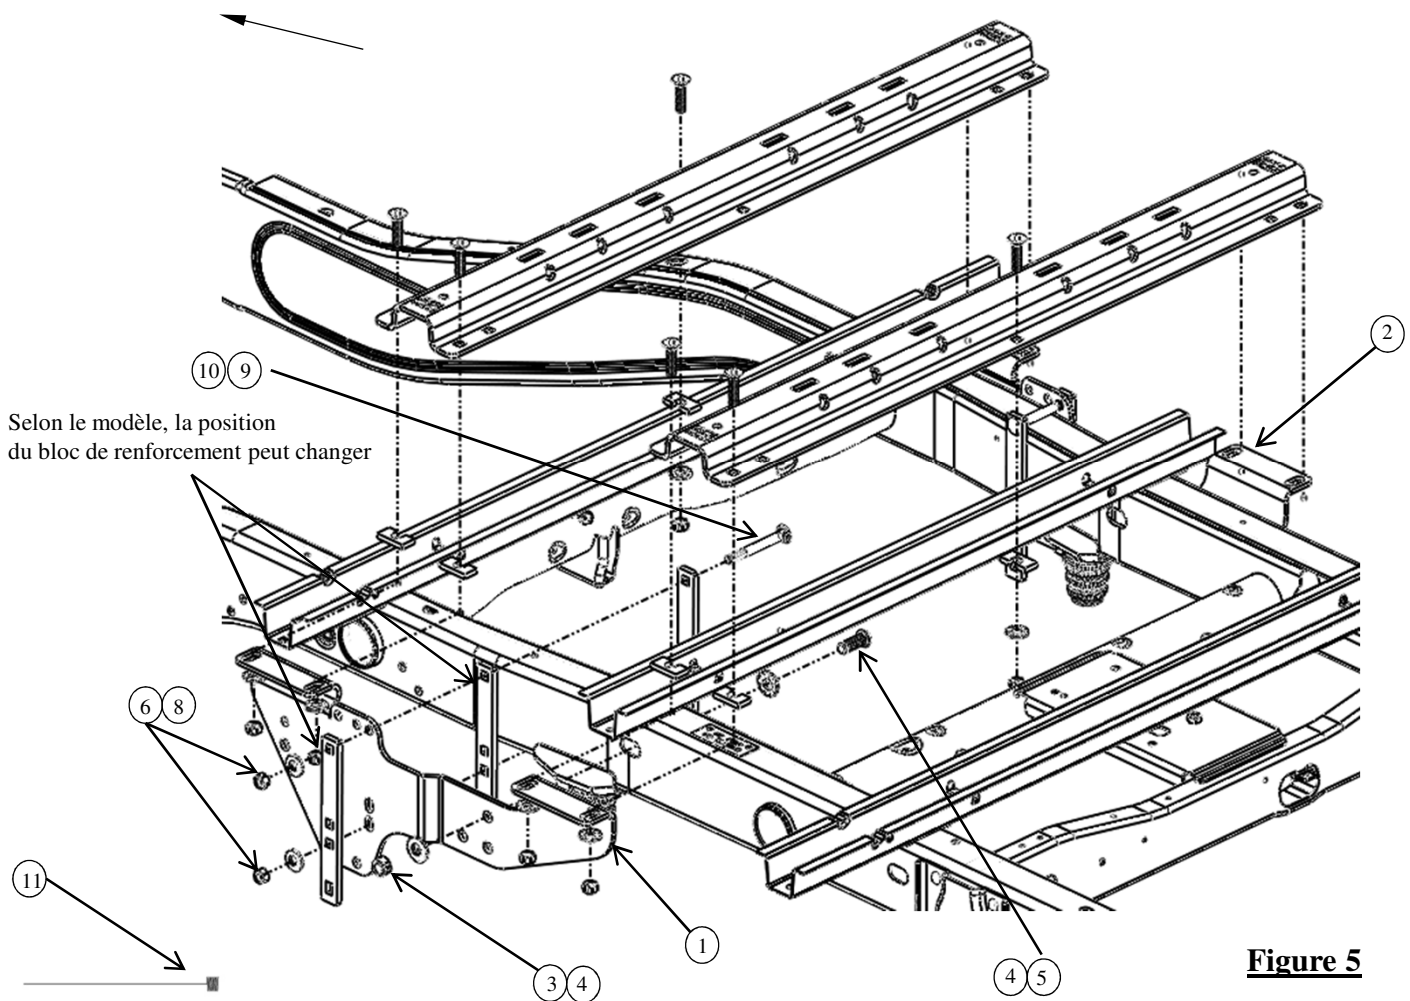

Figure 5
Pour une installation selon les Figures 5 et 6, durant le perçage, veiller à protéger le réservoir d'essence, les tubes de remplissage, les conduites de frein et le faisceau de fils en plaçant une pièce métallique entre le plancher de caisse et les composants à risque du côté conducteur. L'on prévient ainsi le perçage de ces composants sensibles.
6. Fixer les supports de cadre aux longerons du véhicule, comme illustré à la Figure 5. À l'aide du fil de tirage (11), poser la vis à tête ronde (6) et la rondelle conique (4) dans la fente arrière, sur l'intérieur du cadre de la camionnette. Poser le support de montage (1), la rondelle conique (4), et l'écrou 5/8 (3) et serrer à la main.
7. L'insertion de boulons de carrosserie 1/2 po (9) dans les fentes supérieure et centrale du bloc de renforcement (10) formera une bride qui ira à l'intérieur du longeron et se connectera au support de montage (1). Il existe deux trous différents dans le support de montage permettant d'obtenir la meilleure surface de fixation contre le cadre du véhicule. Le changement de trou de support de montage permet à la bride de s'ajuster à différente hauteur de cadre de véhicule. Une fois le boulon de bride inséré dans le meilleur trou, poser le bloc de renforcement (10), la rondelle conique 1/2 po (8) et l'écrou 1/2 po (7) sur les boulons puis serrer à la main.